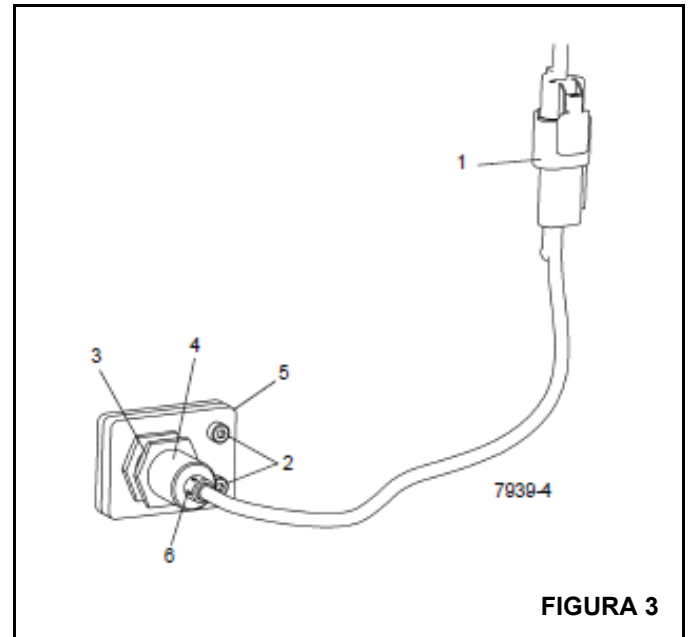

FIGURA 3
1. Desconecte el conector eléctrico (1, Figura 3) en el interruptor.
2. Retire los dos tornillos (2, Figura 3) que sujetan el conjunto de interruptor/escuadra de montaje a la caja del estabilizador.
3. Afloje la contratuerca (3, Figura 3) que sujeta el interruptor (4) a la escuadra de montaje; retire el interruptor.
2. Enrosque el interruptor (4, Figura 3) en la escuadra de montaje (5) de modo que la cara del interruptor sobresalga 10 mm a través de la escuadra.
3. Use los dos tornillos (2, Figura 3) para fijar el conjunto de interruptor/escuadra de montaje a la caja del estabilizador.
5. Apriete la contratuerca (3, Figura 3) en el interruptor.
6. Conecte el conector eléctrico (1, Figura 3) al interruptor.
7. Con la unidad encendida y la viga del estabilizador completamente extendida, compruebe que el LED (6, Figura 3) del interruptor de proximidad se ilumina; retraiga la viga del estabilizador y verifique que el LED no esté iluminado.